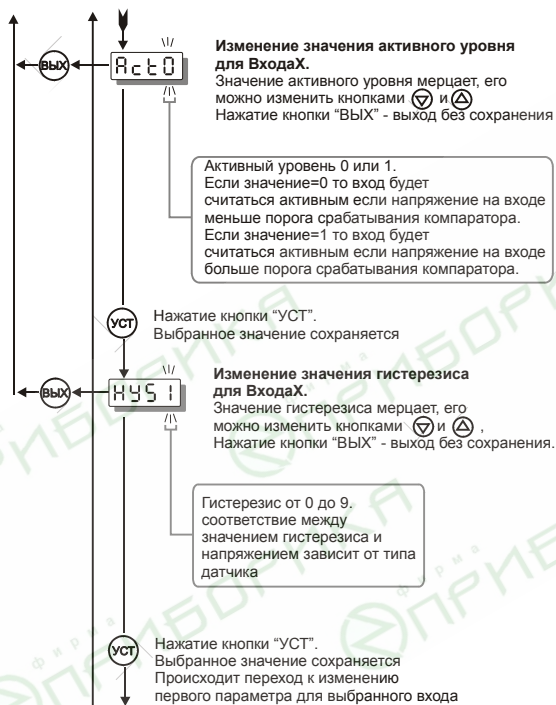

Рисунок 23
8.4.1 Просмотр/изменение входных параметров производится согласно рис. 22, рис. 23. Номер входа отображается мерцанием одного из светодиодов «Вход1»-«Вход4», при этом оставшиеся из указанных светодиодов отображают состояние соответствующих входов, как и в основном режиме.